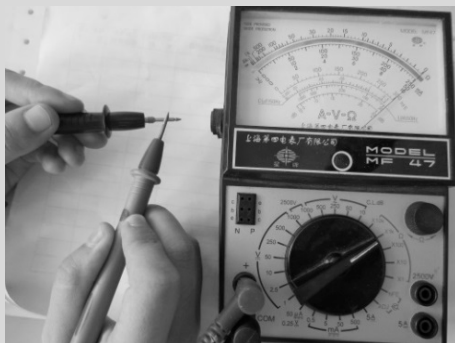

图 1-25 欧姆调零
(3) 欧姆调零。将两表笔短接调整欧姆调零旋钮，使表针指向电阻刻度线右端的零位。若指针无法调到零点，说明表内电池电压不足，应更换电池，如图 1-25 所示。